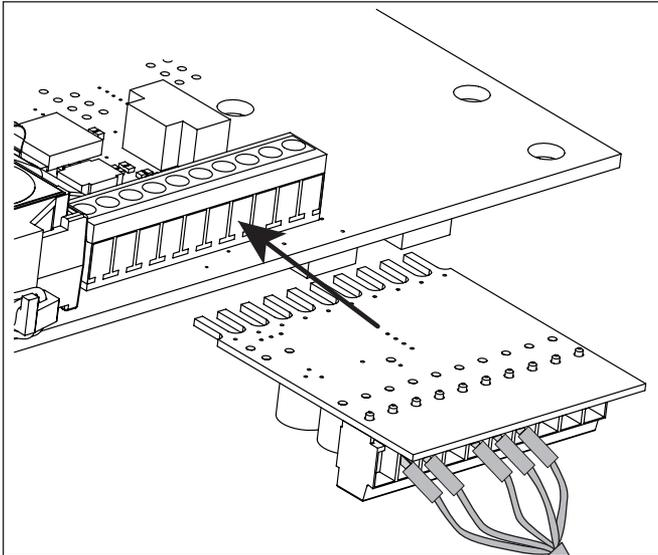

Abb. 8 Adapterplatine an die Klemme anschließen
- ▶ Adapterplatine an die Klemme des Wechselrichters anschließen (siehe Abb.8)